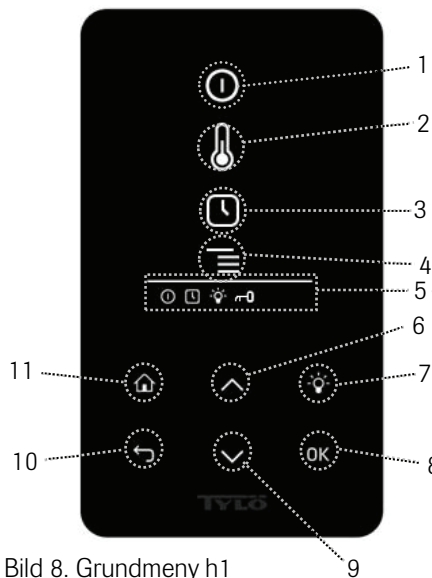

Bild 8. Grundmeny h1
11. Hem – Tar dig till grundmenyn (bild 8 och 9)